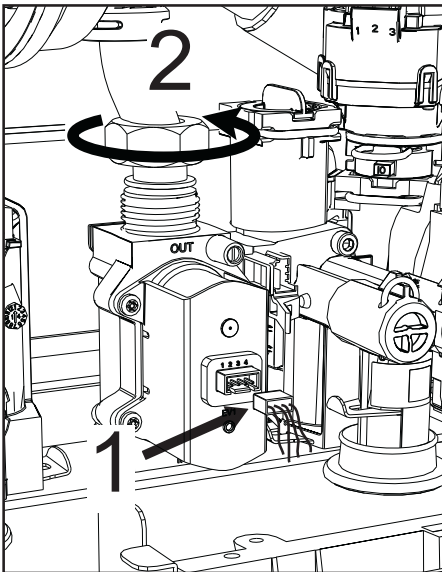

fig. 43
- Scollegare i connettori elettrici "1" (fig. 43).
- Scollegare il tubo di alimentazione gas "2" (fig. 43)